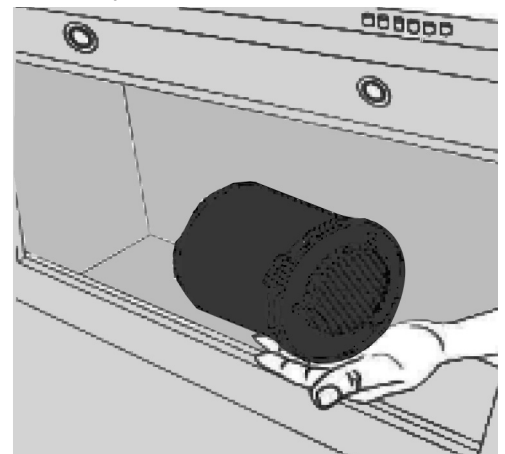

Figure 6
- Positionnez l'unité sur son dos sur une surface plate non abrasive – perpendiculaire à votre surface de travail (voir figure 6).
- Placez la main pour tenir le moteur en position et pour assurer que le poids du moteur est bien supporté (voir figure 6). Ceci assurera que les vis ne sont pas pliées ou cassées.